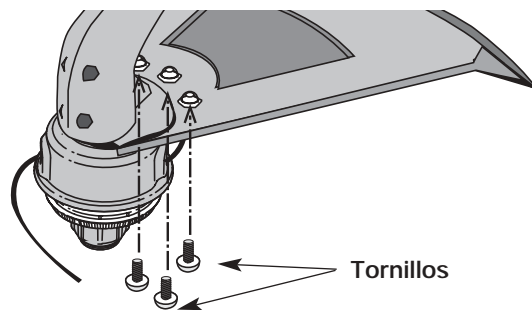

Fig. 5
3. Instale un tornillo en el orificio de la base del protector accesorio de corte y atornillelo en la tuerca instalada en el paso 2 (Fig. 5). No lo ajuste.